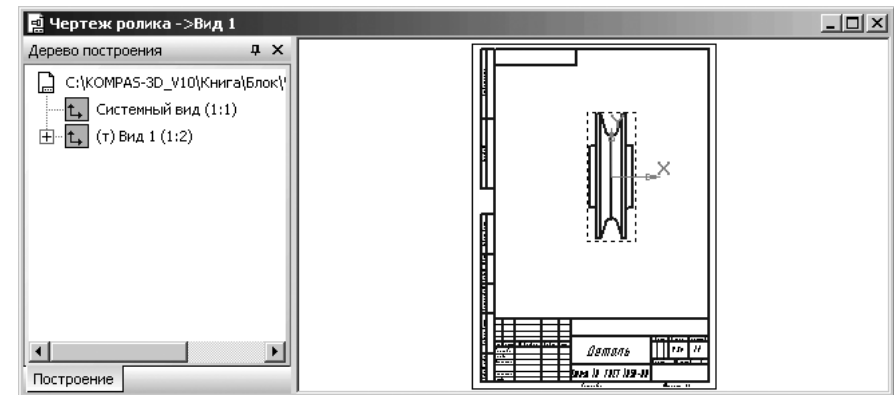

Рис. 3.123. Возможное состояние окна чертежа для модели Ролик
- установите на форматке в приемлемое положение фантом произвольного вида. Возможное состояние окна чертежа для модели **Ролик** показано на рис. 3.123.